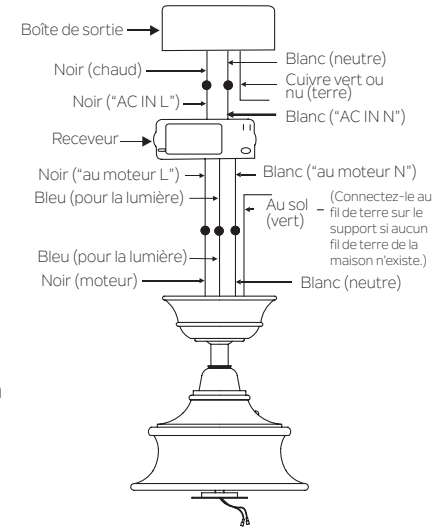

Fig. 14
**Étape 2.** Connexions électriques du moteur au récepteur: (Fig. 14) Connectez le fil noir du ventilateur au fil noir marqué "TO MOTOR L" sur le récepteur.
**Étape 3.** (Fig. 14) Câbles d'alimentation du récepteur à la maison: Connectez le fil noir (chaud) du plafond au fil noir marqué "AC in L" du récepteur. Connectez le fil blanc (neutre) du plafond au fil blanc marqué "AC in N" du récepteur. Fixez les connexions avec les écrous en plastique fournis.
**Étape 4.** (Fig. 14) Si votre prise de courant comporte un fil de terre (cuivre vert ou nu), connectez-le aux fils de terre du ventilateur; sinon connectez le fil de terre du support de suspension au support de montage. Fixez le fil de connexion avec un écrou en plastique fourni. Après avoir connecté les fils, écartez-les de manière à ce que les fils vert et blanc soient d'un côté du boîtier de prise et les fils noir et bleu à l'autre. Insérez délicatement les fils dans la boîte de sortie.